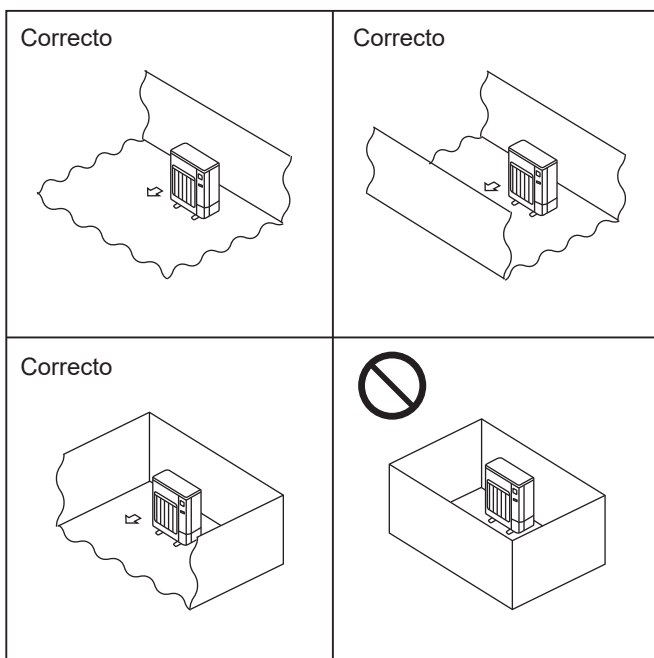

Fig. 2-1
- Ⓞ Instale as unidades exteriores num local onde, pelo menos, uma das quatro laterais seja aberta e cujo espaço seja suficientemente amplo e não tenha depressões. (Fig. 2-1)